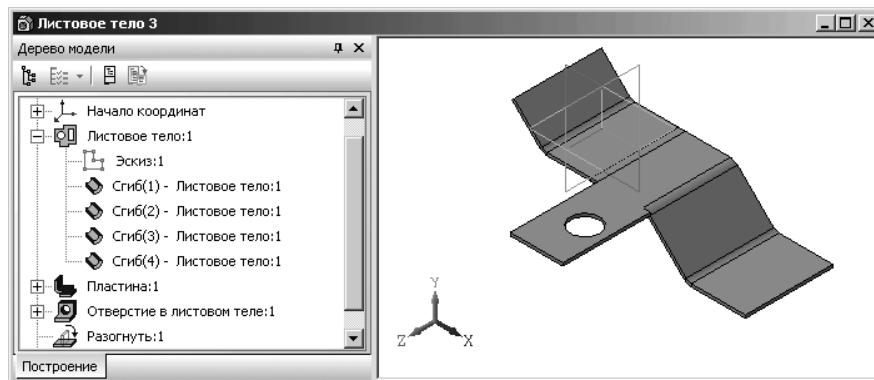

Рис. 7.58. Результат разгибания сгиба листовой детали
- щелкните на **Панели специального управления** по кнопке **Создать объект**. Произойдет разгибание ранее созданного сгиба листовой детали, показанное на рис. 7.58, а в окне **Дерево модели** — его пиктограмма.
- откройте модель листового тела, на плоской грани которого следует создать вырез. Допустим, это будет ранее построенная листовая деталь, показанная на рис. 7.58;